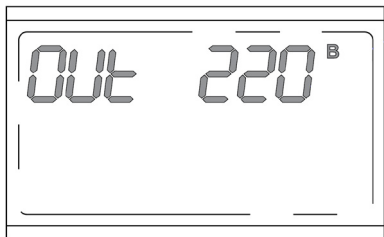

Рисунок 13 ЖК-дисплей в режиме настройки выходного напряжения
1. Двойным быстрым нажатием кнопки  перевести ЖК-дисплей в режим настройки выходного напряжения (**рисунок 13**).